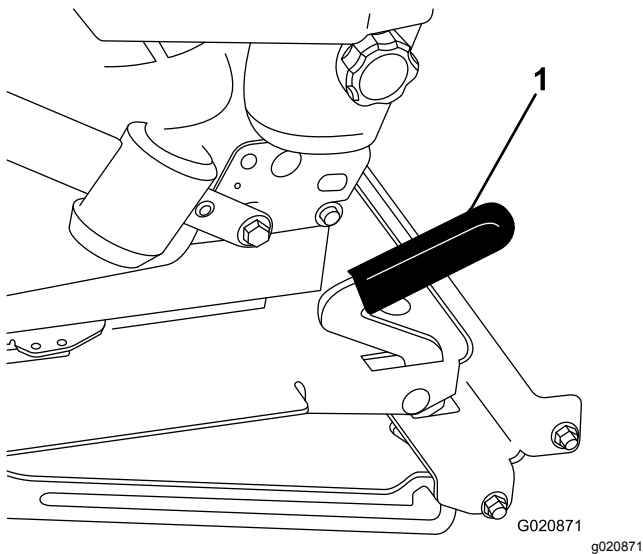

Figura 56
2. Empurre a alavanca do banco para a frente e eleve-o para desengatar o banco (Figura 56).